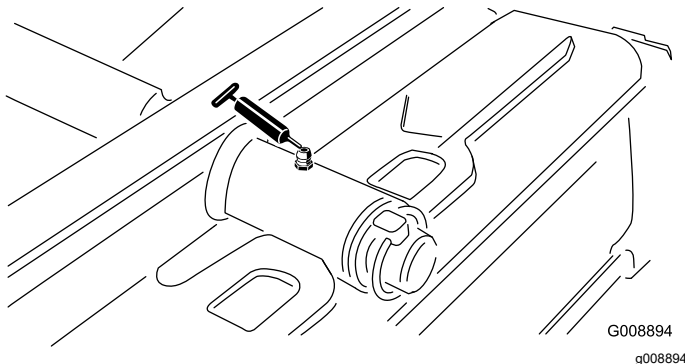

Figura 37
- Articulação da unidade de corte traseira (Figura 37)